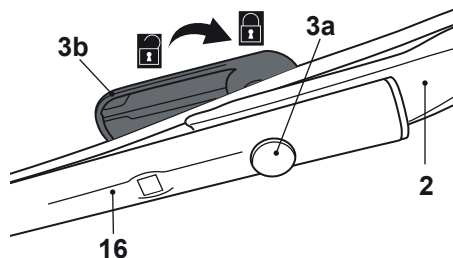

Fig. 17
Régalez le guidon à une hauteur adaptée à vos besoins. Le guidon inférieur droit (4) et le guidon inférieur gauche (16) sont dotés de deux fentes de montage symétriques (Fig. 17).
- > Alignez le guidon supérieur (2) avec le trou de montage souhaité dans les tubes inférieurs gauche et droit.